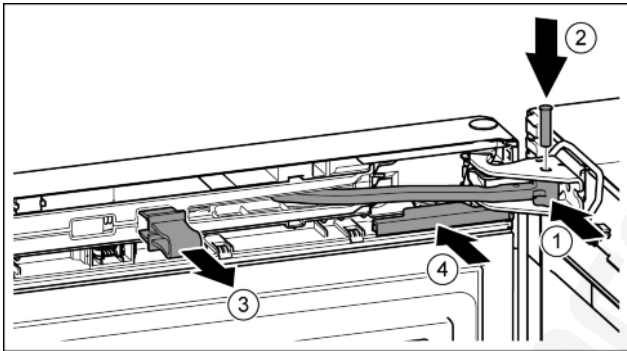

Fig. 24
- ▶ Forgassa a csapágybakba a csuklót. Fig. 24 (1)
- ▶ Helyezze be a csapágybakba és a csuklóba a csapszeget. Közben ügyeljen közben arra, hogy a bekattanó bütyök megfelelően illeszkedjen a horonyba. Fig. 24 (2)
- ▶ Vegye le a biztosítékot. Fig. 24 (3)
- ▶ Tolja fel a fedelet. Fig. 24 (4)